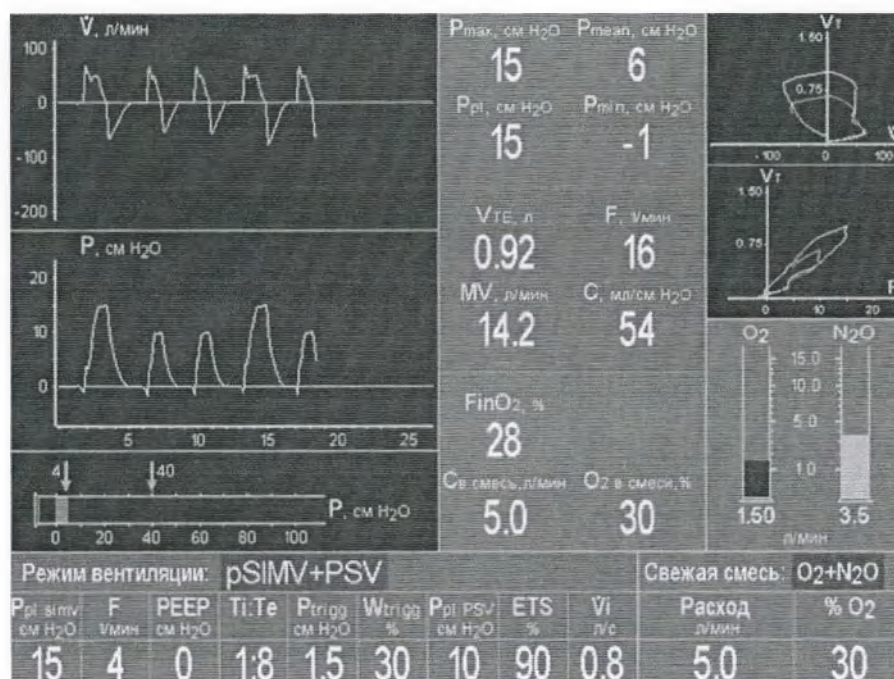

Рисунок 29 – Пример индикации на экране интегрированного монитора в режиме pSIMV+PSV
- режим pSIMV+PSV – формирование аппаратных вдохов с управлением по давлению и поддержкой самостоятельных вдохов пациента в режиме PSV (см. рис. 29);